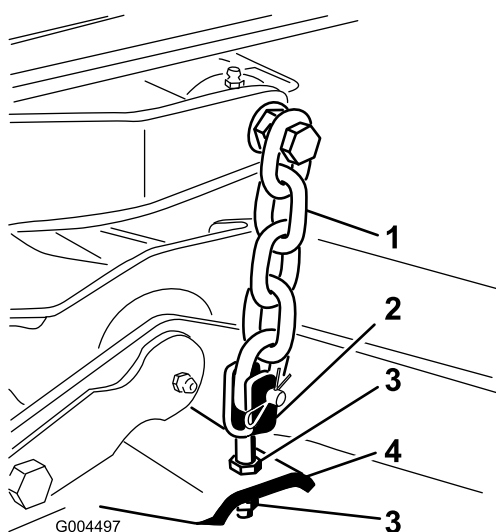

Figura 24
8. Ajuste las contratuercas que fijan las horquillas/cadenas al cortacésped hasta que el cortacésped quede nivelado (Figura 24).
7. Ajuste las contratuercas que sujetan las horquillas/cadenas de la parte trasera del cortacésped para elevar la parte trasera, hasta que la inclinación de las cuchillas sea de 8 mm (Figura 24).